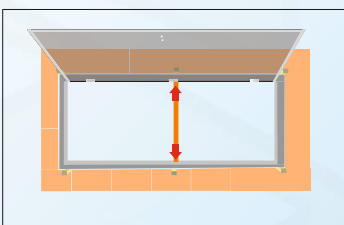

рис. 7
- Поставьте одну монтажную распорку в середине коробки (рис. 7) и монтажной пеной покройте зазор между коробкой и стеной.